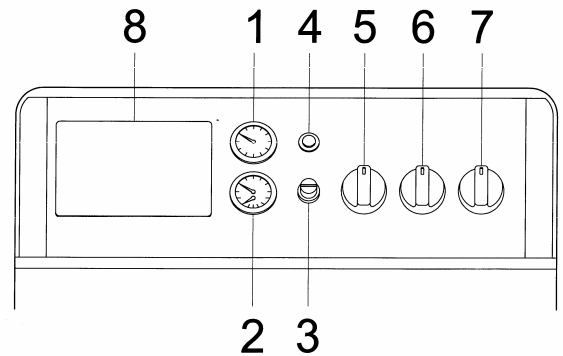

Fig. 1
- TERMOSTATO DE REGULACION (Fig. 1 pos.5)
- TERMOSTATO DE SEGURIDAD DE REARME MANUAL (Fig.1 pos.3)
- TERMOSTATO DE AGUA CALIENTE SANITARIA. (Fig.1 pos.6)